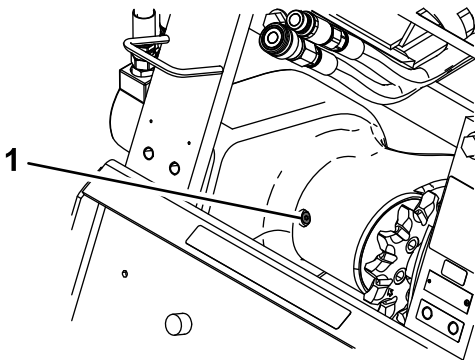

Figura 13
4. Pulite la zona attorno al tappo del foro di rifornimento sul lato del vano cuscinetti (Figura 13).
5. Rimuovete il tappo dal foro di riempimento (Figura 13).
3. Pulite la zona attorno al tappo del foro di rifornimento sul lato del vano cuscinetti (Figura 13).
4. Rimuovete il tappo dal foro di riempimento (Figura 13).